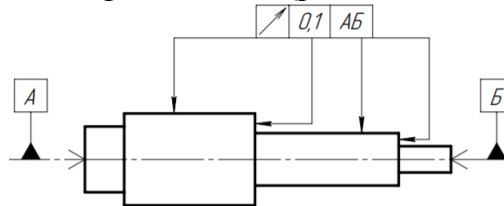

Рисунок 3.3 – Вимоги до розташування поверхонь
37. На робочому кресленні деталі «Вал ступінчастий» показані допуски на взаємне розташування поверхонь вала (рис. 3.3).